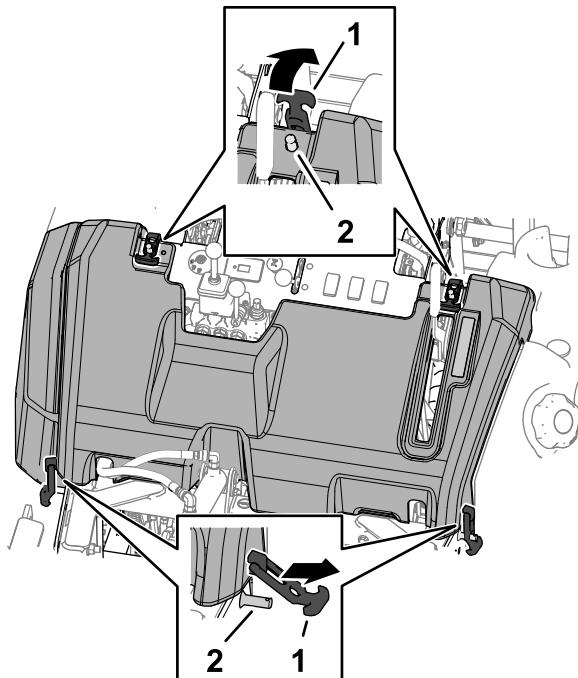

Figura 63
1. Tire de los cierres hacia arriba y retírelos de las 4 clavijas (Figura 63).